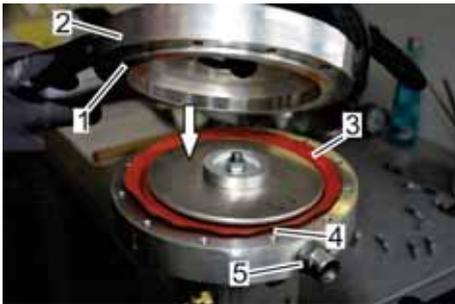

Abb. 121: Messwerkdeckel auflegen
18. Den Messwerkdeckel (Abb. 121/2) mit dem seitlichen Stutzen der Atmungsleitung um 180° versetzt zum Stutzen der Messleitung im Messwerkflansch (Abb. 121/5) ausrichten.
19. Den Messwerkdeckel (Abb. 121/2) mit dem Klemmabsatz (Abb. 121/1) exakt auf die Auflage (Abb. 121/4) für den Einspannkragen der Membran (Abb. 121/3) ausgerichtet an den Befestigungsbohrungen auflegen.